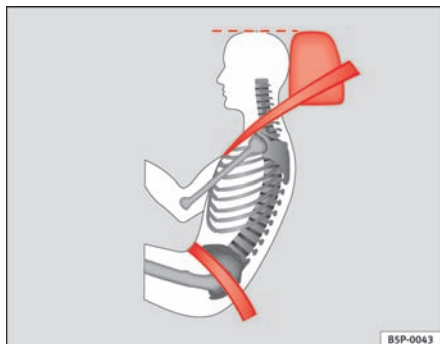

Fig. 14 Korrekt placering af sikkerhedssele og hovedstøtte set fra siden
- Sikkerhedsselens hoftedel skal sidde hen over hofterne og aldrig hen over maven. Sikkerhedsselen skal sidde fladt og tæt ind til hofterne ⇒ side 24, fig. 14. Stram selv selen lidt, hvis det er nødvendigt.